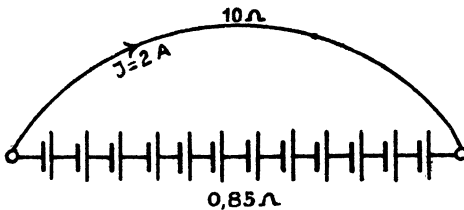

Fig. 2.
Elementen (Fig. 2) derselben Art liefert in einem äußeren Stromkreise von 10 [8] (2,92) Ω Widerstand einen Strom von 2 [2,5] (22) A. Der innere Widerstand der Batterie beträgt $0,85$ [0,75] (0,08) Ω . Wie groß ist hiernach